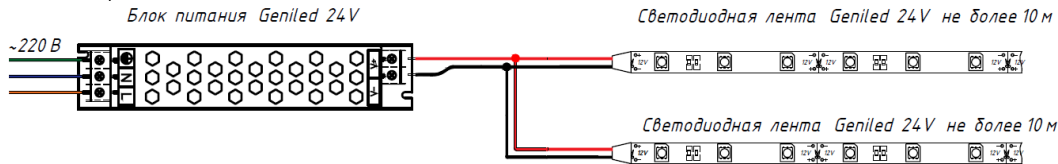
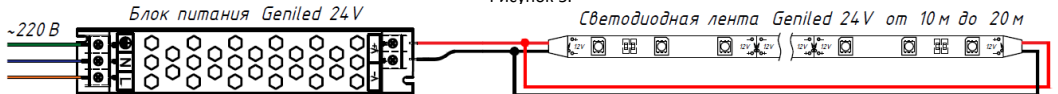

Рисунок 5.
Рисунок 6 – Варианты подключения на примере ленты 24В.
5.6. Если необходимо подключить более 5 метров ленты, то необходимо выполнить параллельное подключение дополнительной ленты к блоку питания (см. рисунок 5). Либо подключите ленту с двух сторон к блоку питания («кольцевание») (см. Рисунок 6). Внимание! Запрещается подключать одну ленту к разным блокам питания одновременно: это может привести к выходу блока питания из строя.